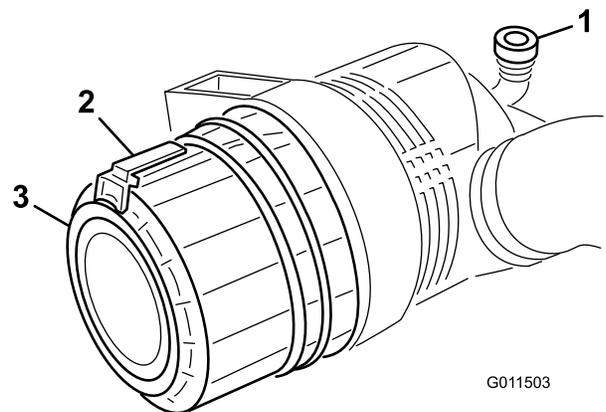

Figure 47
1. Tirez le verrou vers l'extérieur et tournez le couvercle du filtre à air dans le sens antihoraire (Figure 47).
7. Montez le couvercle en dirigeant la valve de sortie en caoutchouc (Figure 47) vers le bas, entre 5:00 et 7:00 heures environ vu de l'extrémité. Fermez le verrou.